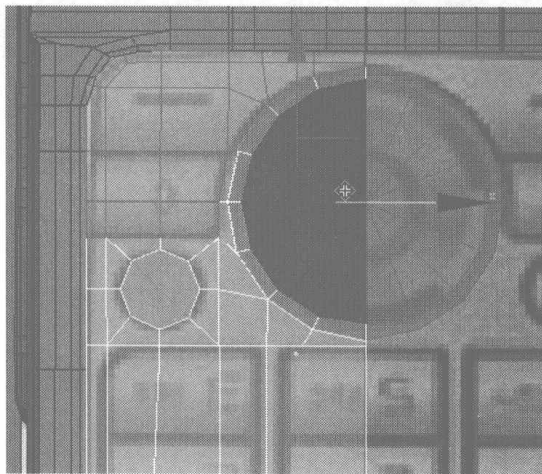
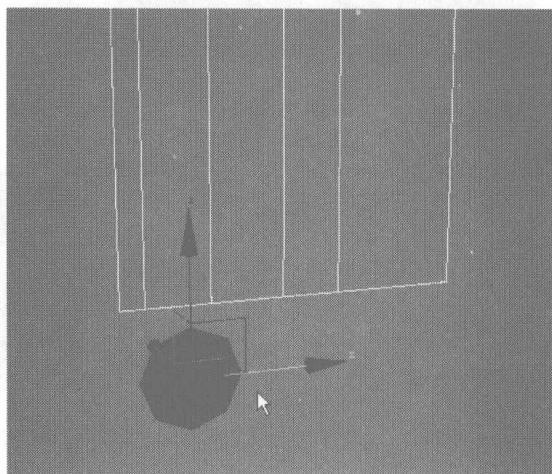

图 4.530
图 4.531
- 20 选择如图 4.530 所示的面将其删除，并将手机下方如图 4.531 所示的按钮物体分离出来。